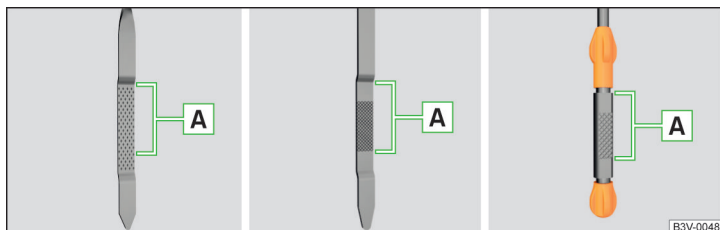

Fig. 304 Modelos de varillas del nivel de aceite
El nivel de aceite tiene que situarse en la zona **A** » fig. 304. Si el nivel de aceite se encuentra por debajo de la zona **A** se debe rellenar aceite.
- El nivel de aceite no debe estar nunca fuera de la zona **A** » fig. 304 - ¡De lo contrario existe riesgo de daños del motor, así como en el sistema de gases de escape!